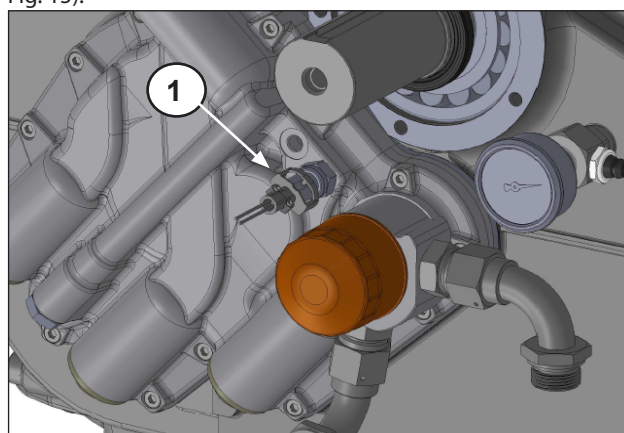

Fig. 15
Desmontar el sensor de temperatura del aceite (pos. ①, Fig. 15).